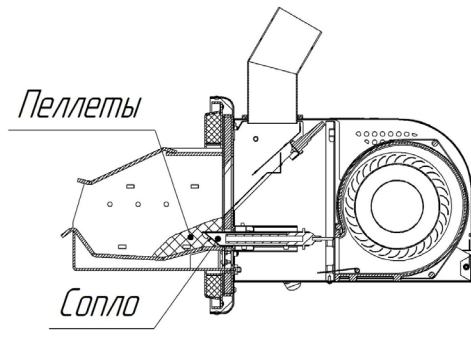

Рисунок 11 – Ручная загрузка топлива для розжига
**ВНИМАНИЕ!** В случае неудачного розжига необходимо проконтролировать массу загруженного топлива после засыпки, которое должно прикрывать сопло ТЭНа розжига. При этом необходимо в конце цикла засыпки нажать кнопку «Ввод» и удерживать до тех пор пока не перестанет мигать стрелка на экране для остановки горелки (см. рисунок 11)